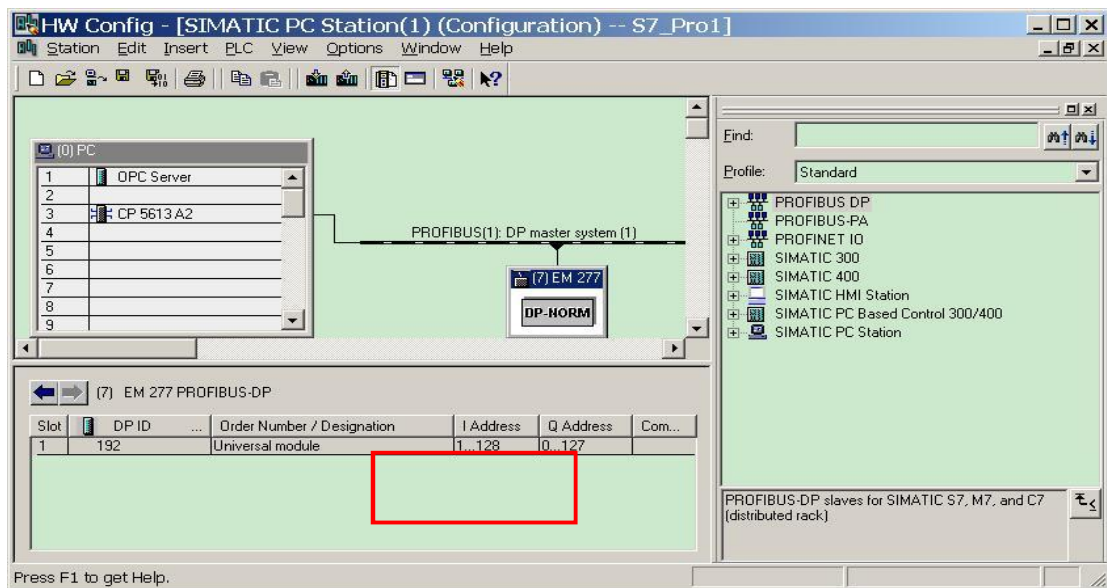
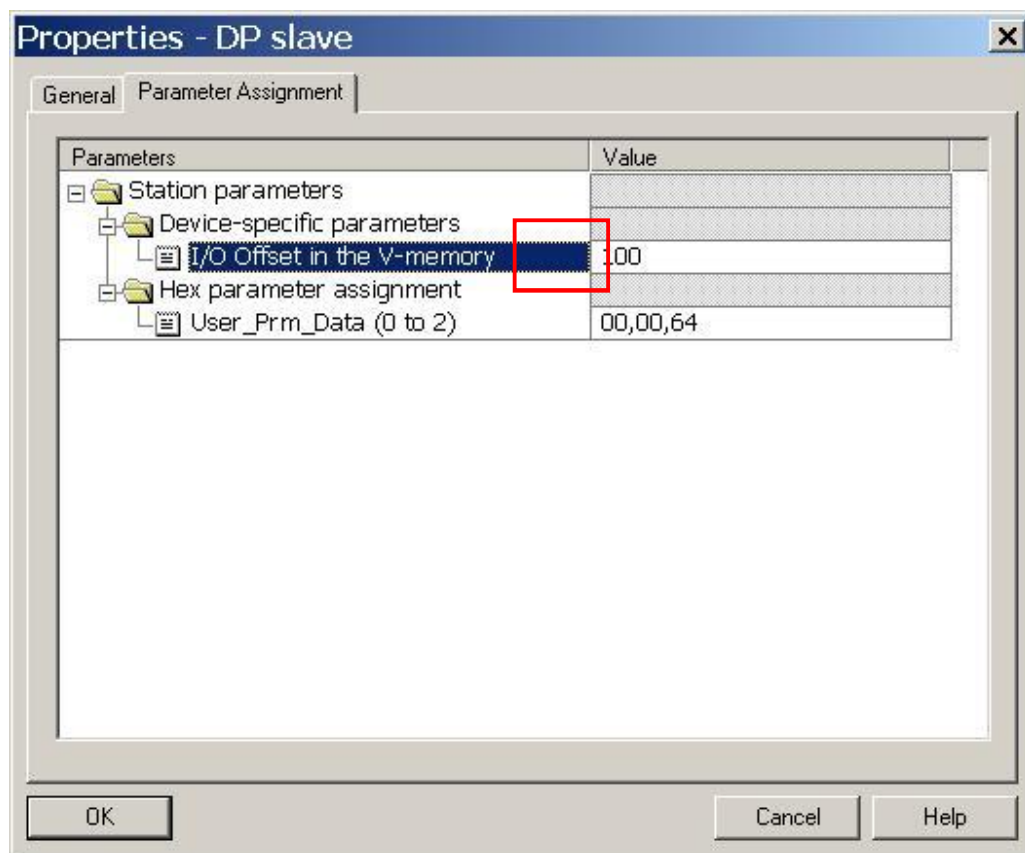
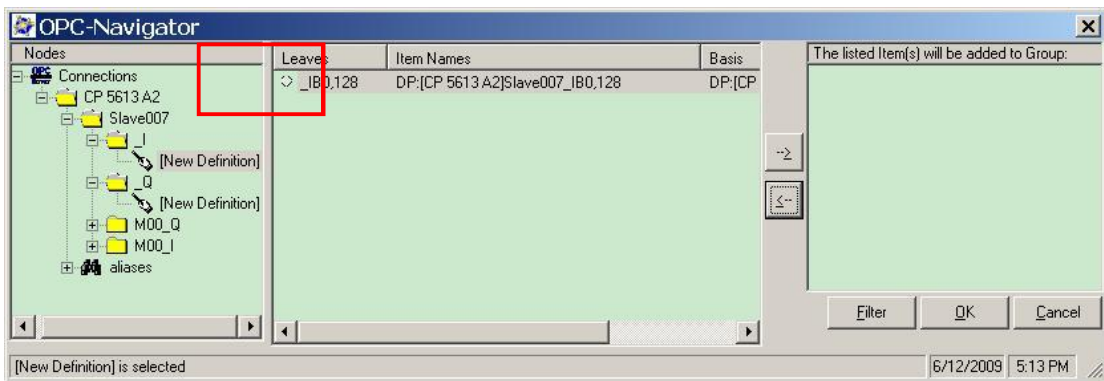
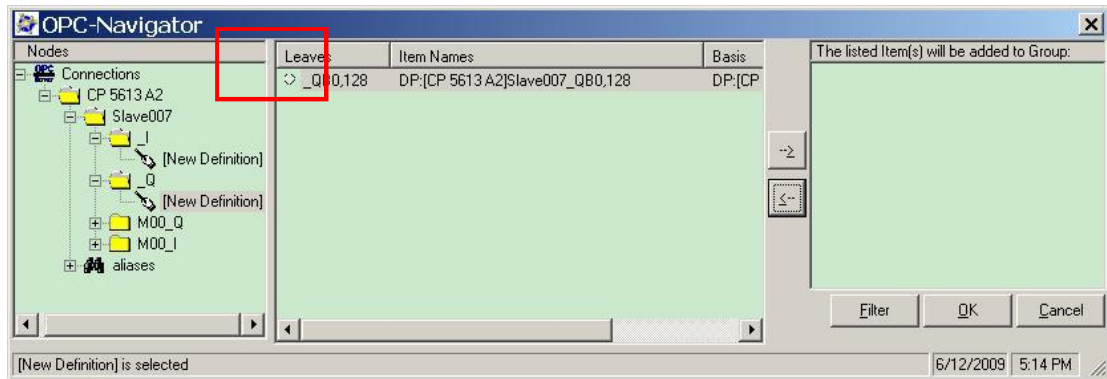

图 17 设置的通讯区地址
图 18 分配 200 内 V 区偏移量地址
图 28 I 区地址
图 29 Q 区地址
注意，这里必须要设置通讯字节数，否则整个 HW Config 无法正常编译。配置完成后的 I/Q 区大小以及地址可以从 HW Config 中读到，如图 17。
6. 双击 PROFIBUS 网络上的 EM277 从站，在 Parameter Assignment 中可以看到“I/O Offset in the V-memory”选项，默认设置为 0，可以通过修改该数值来使相应 200 CPU 的 V 区地址对应到 Q 区和 I 区，如图 18 即将地址设为 100，即代表与 CP5613 A2 通讯的 S7-200 CPU 的 V 区地址是从 VB100 开始的，对应于 CP5613 A2 的数据区来说，Q 区对应于 VB0 开始的地址在前，之后紧接着的 V 区地址对应于 I 区。对应于图 17 的配置来说，即有如下对应关系：
2. 双击已添加的连接组（OPC_DP），打开“OPC Navigator”对话框，此窗口中显示连接的 I/Q 对应区域，可以从中看到组态的 I/Q 区对应地址和长度，如下图 28，图 29 所示。注意下面的“M00_Q”和“M00_I”在这种情况下并没有使用。而且 I 区和 Q 区的地址均是从 0 开始，长度 128 字节，但并不一定与在 HW Config 中组态的 I/Q 地址完全一致，请注意其对应关系。比如这里的 IB0 开始 128 个字节对应于图 17 中的 IB1---IB128。